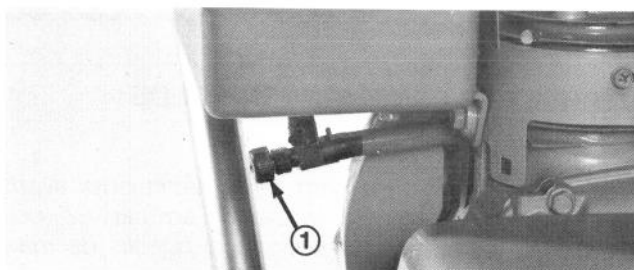

Figure 15
Robinet d'arrêt d'essence (Fig. 15) — Ce robinet se trouve sous le réservoir d'essence. Fermez le robinet pour arrêter l'arrivée d'essence au carburateur et rouvrez-le pour rétablir l'alimentation. Fermez le robinet quand la déneigeuse ne sert pas.
- Ouvrez le robinet d'arrêt d'essence sous le réservoir d'essence (Fig. 15).